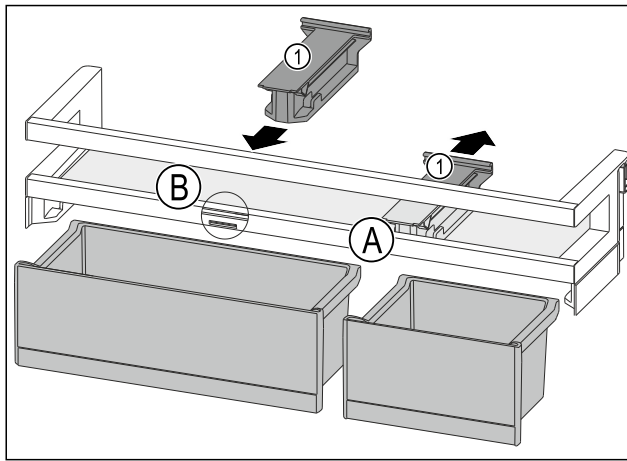

Fig. 221
- ▶ Halteteil Fig. 221 (1) in Position Fig. 221 (A) nach hinten abziehen.
- ▶ Halteteil Fig. 221 (1) in Position Fig. 221 (B) einsetzen.